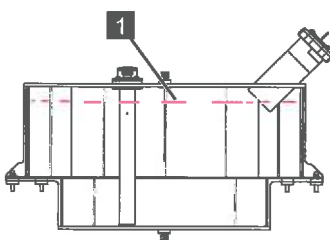

Abb. 154
5. Kraftstofftank maximal bis zur angegeben Füllstandshöhe (Abb.154/1) befüllen.